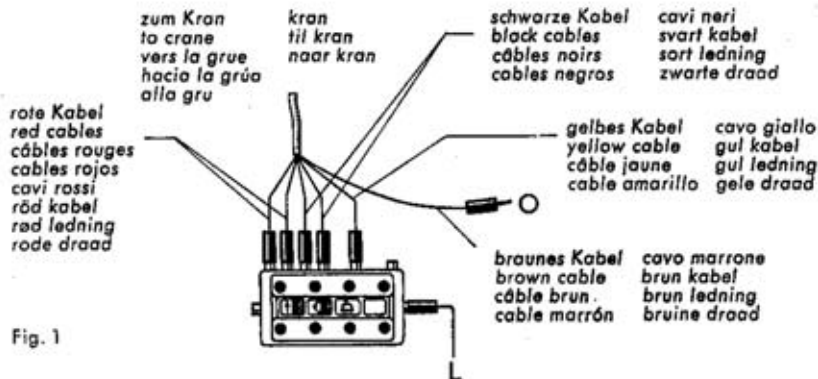

Fig. 1
Anschluß. Der gelb umrandete Stecker oder die gelb umrandete Buchse an den Seiten des mitgelieferten Stell- und Schaltpultes wird an L angeschlossen. Die braune Ader des grauen Gummikabels wird mit O verbunden. Die anderen fünf Kabeladern sind entsprechend ihrer Farbe in die gleichfarbigen Buchsen des Schaltpultes zu stecken. Eine der beiden gelben Buchsen wird für die Bedienung des Drehkrans nicht benötigt, aus ihr kann man Lichtspannung für andere Zwecke entnehmen (Fig. 1). Verwendet man den Hebemagnet, so steckt man die braunen Kabel des Magnets in die beiden Buchsen am Kranhaus.
Connections. The yellow-edged plug or the yellow-edged socket on the sides of the control plate supplied is connected to L. The brown lead of the grey rubber cable is connected to O. The other five cable leads are plugged into sockets of like colours on the control plate. One of the two yellow sockets is not used for working the crane and so lighting current for other purposes can be taken from it (fig. 1). To use the lifting magnet, plug the brown lead into the two sockets on the crane driver's cabin.
Branchement. La fiche jaune ou la prise jaune du tableau livré avec la grue est à relier à la prise L du transformateur. Le fil brun du câble multiple est à relier à la masse (O). Les 5 autres conducteurs du câble multiple sont à brancher aux prises de même couleur du tableau de commande. L'une des prises jaunes du pupitre n'est pas utilisée et peut servir pour alimenter en courant lumière d'autres accessoires (Fig. 1). Pour brancher l'aimant, il suffit de mettre les 2 fils bruns de l'aimant dans les prises situées sur la cabine.
Conexión. La clavija con círculo amarillo o el enchufe de círculo del mismo color en los costados del pupitre de maniobra y mando, que se adjunta, se une a L. El conductor marrón del cable de goma gris se une a O. Los otros 3 conductores del cable se introducen con sus clavijas y según sus colores en las enchufes de color correspondientes. Uno de los enchufes amarillos no se necesita para maniobrar la grúa giratoria, por lo que se toma de él la tensión para otros fines (fig. 1). Si se utiliza el imán de elevación, se introducen sus cables marrones en los dos enchufes de la garita de la grúa.
Raccordo. La spina o la boccola cerchiata di giallo sul lato dell'annesso telecomando viene collegata a L. Il filo marrone del cavo grigio di gomma viene raccordato a O. Gli altri 5 fili del cavo sono da inserirsi in corrispondenza del loro colore, nelle boccole corrispondenti del quadro di comando. Una delle due boccole gialle della tastiera di comando non viene adoperata per l'uso della gru girevole e può fornire corrente luce per altri usi (fig. 1). Se si vuole azionare il magnete di sollevamento, si inseriscono i cavi marrone del magnete nelle due boccole della cabina della gru.
Inkoppling. Det med gult markerade stiftet eller kontaktuttaget på den tillhörande ställpultens kortsidor anslutes till L. Den grå gummikabelns bruna ledare kopplas till O. De övriga fem ledarna kopplas till motsvarande färger på ställpulten. Ett av de båda gula kontaktuttagen behöver inte tas i anspråk för kranens manövrering. Från denna kan belysningsström tagas till andra ändamål (Fig. 1). Använder man sig av lyftmagneten, kopplar man magnetens bruna sladdar till uttagen på kranhuset.
Tilslutning. Det med gult markerede stik eller bøsning paa siden af medfølgende stillepult tilsluttes L. Den graa gummilednings brune leder tilsluttes O. De øvrige 5 ledere tilsluttes tilsvarende farver paa stillepulten. Den ene af de 2 gule bøsninger er ikke nødvendig til betjening af kranen. Fra denne bøsning kan man tage belysningsstrøm til andre formaal (Fig. 1). Hvis man vil benytte løftemagneten, tilslutter man magnetens brune ledning til begge bøsninger paa kranhuset.
Aansluiting. De geel omrande steker of de geel omrande contactbus aan de zijkant van het meegeleverde schakelbord wordt aan bus L van de transformator aangesloten. De bruine draad van de grijze gummikabel wordt met O verbonden. De andere vijf draden worden overeenkomstig hun kleur in de bussen met dezelfde kleur van het schakelbord gestoken. Eén van de twee gele contactbussen is voor de bediening van de draaikraan niet nodig, deze kan men gebruiken om er lichtspanning voor andere doeleinden aan te onttrekken (fig. 1). Gebruikt men de hefmagneet, dan steekt men de bruine draden van de magneet in de beide contactbussen van het kraanhuis.